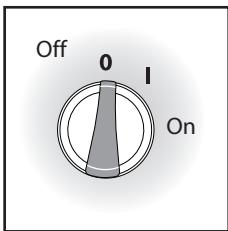

Fig. 14
- Assurer que le bouton de « MARCHE/ARRET » est dans le « DE » la position. L'interrupteur général a des symboles internationaux pour « sur » et « loin » : Sur (--) Loin (O). (Fig. 14)
- Tourner le cadran à « SUR » (la fig. 14) Le moteur et La pompe devraient être courus maintenant et devraient être fournis un spray puissant.